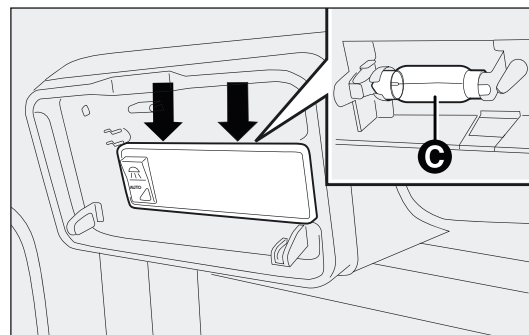

fig. 172
- ☐ maak de lamp C-fig. 172 los uit de veercontacten aan de zijkant en vervang hem; controleer of de nieuwe lamp goed vastzit in de veercontacten.